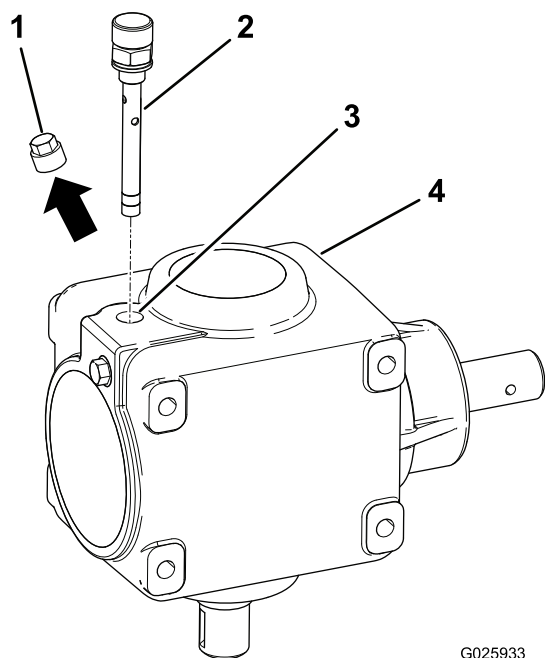

**Figura 1**
- B. Togliete la scatola ingranaggi usata comprese le 2 staffe di montaggio (Figura 1).
- C. Controllate gli isolanti in gomma inseriti nelle staffe di montaggio (Figura 1).
- E. Trasferite la puleggia motrice nella nuova scatola ingranaggi utilizzando la boccola Taperlock e la chiave preesistenti (Figura 1).